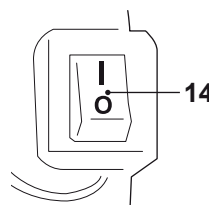

Fig. 8
- > Coloque el interruptor de encendido (14) en su posición "I" (Fig. 8).